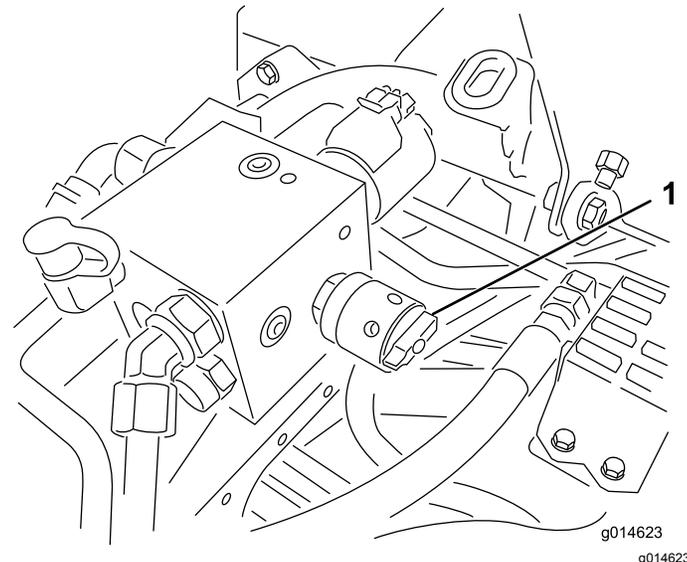

Figura 52
6. Gire el control de velocidad del molinete a la posición 1 (Figura 52).
4. Ajuste la velocidad de los molinetes girando el pomo (Figura 52) hasta que las flechas estén alineadas con el número determinado en el paso 3.